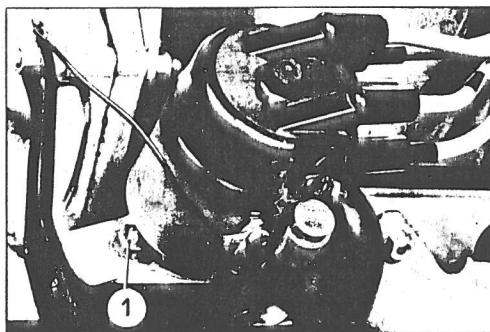

Fig. 8.
4. Fjern fordelerdækslet og tilslut en prøvelampe mellem primærklemmen og slet. Til slut tændingen. Løsn strømfordelerens befæstigelsesskrue (1 fig. 8). Drej strømfordeleren helt med uret og derefter mod uret indtil lampen netop lyser. Spænd strømfordelerens befæstigelsesskrue.